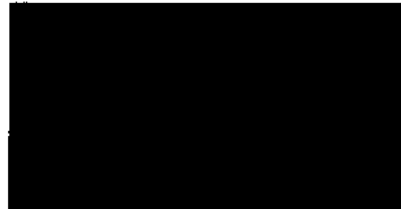

Рисунок 29. Меню выбора языка
1. Выберите пиктограмму **ЯЗЫК (LANGUAGE)** на экране МЕНЮ КОНФИГУРАЦИИ СИСТЕМЫ (SYSTEM CONFIGURATION MENU), чтобы открыть экран МЕНЮ ВЫБОРА ЯЗЫКА (LANGUAGE MENU) (рисунок 29).